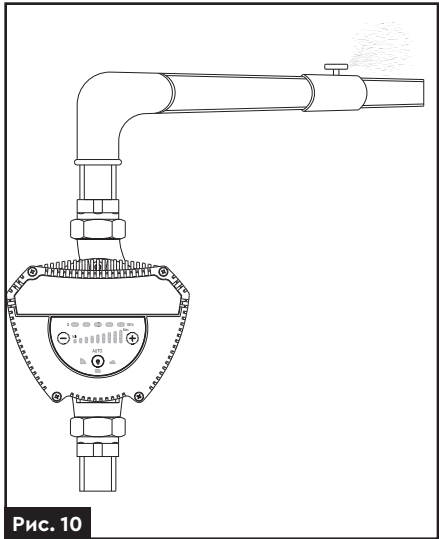

Рис. 10
- 2. За допомогою короткочасного натискання кнопки **(1) (рис. 10)** встановіть режим **HD9**.